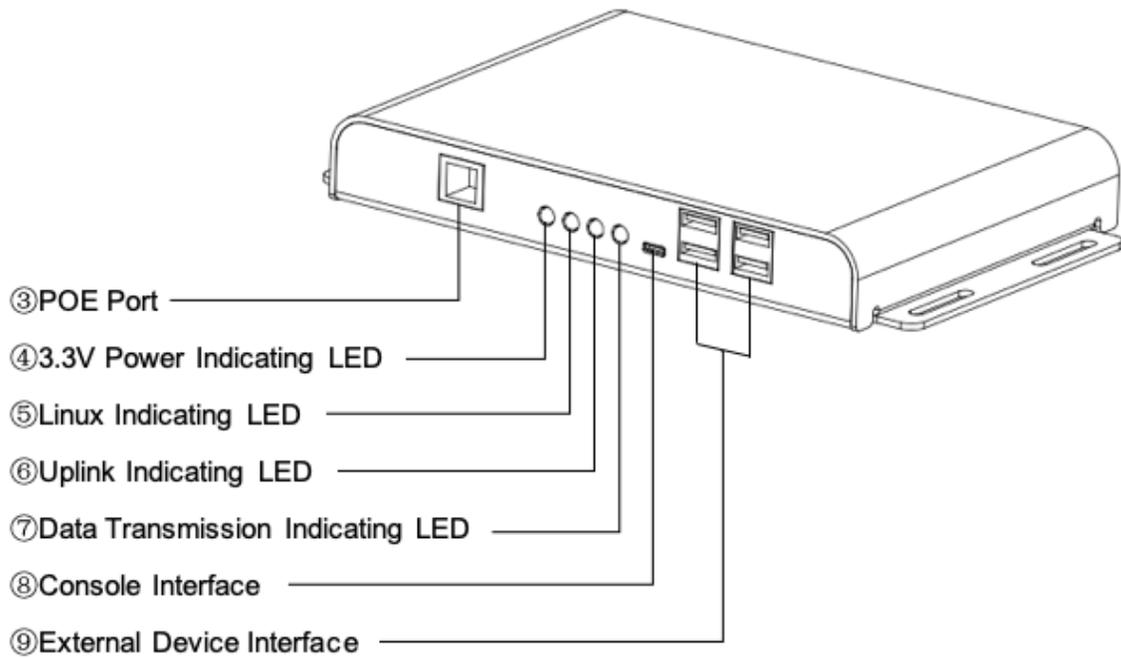

図 1-3-2 外観図 (裏面)
バーコードスキャナなどの HID デバイスを Wired BOX-Type の USB Type-A ポート (図 1-3-2 ⑨参照) に接続してください。Wired BOX-Type の USB ポートからの出力は 4 ポート合計で 2500mW(5V/500mA)です。それ以上の消費電力が必要な機器を接続する場合はセルフパワーの USB ハブを経由して Wired BOX-Type と該当の機器を接続してください。
プリンターを Wired BOX-Type の USB Type-A ポート (図 1-3-2 ⑨参照) に接続し、プリンターの電源を接続してください。
1. PoE 給電機器と Wired BOX-Type を Ethernet ケーブル（RJ45 インターフェース、図 1-3-2 ③参照）で接続してください。